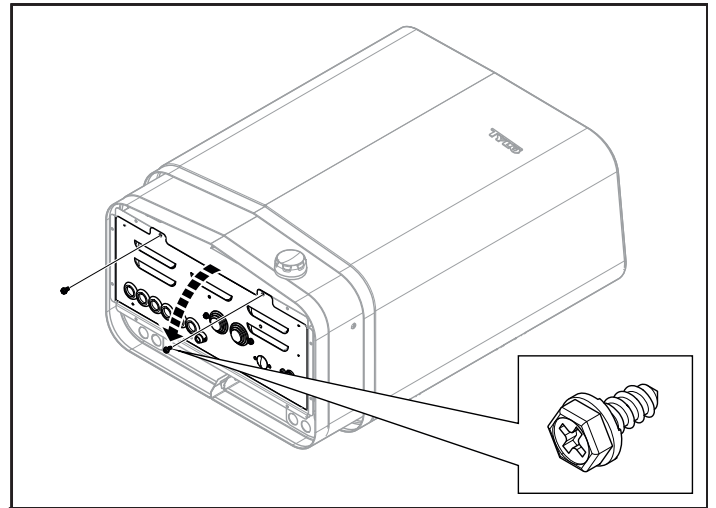

Рисунок 8: Откройте/закройте крышку
2. ослабьте винты и откройте люк (см. рис. 8).